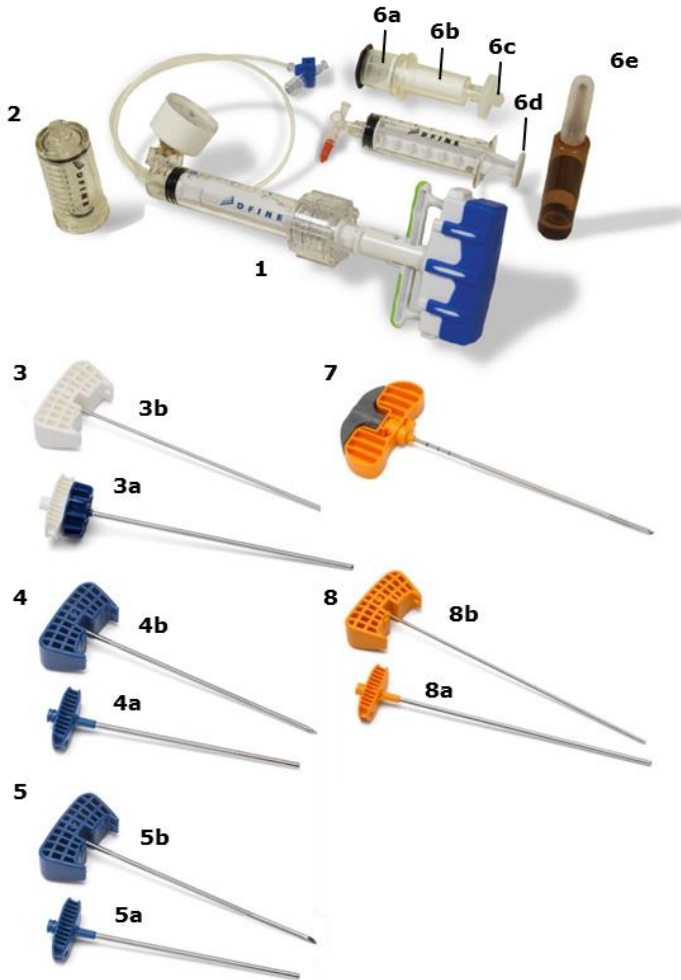

Abbildung 1. StabiliT MX-Wirbelsäulenaugmentationssystem
Das StabiliT MX-Wirbelsäulenaugmentationssystem ist ein System zur kontrollierten Abgabe von StabiliT-Knochenzement bei der Behandlung von Kompressionsfrakturen der Wirbelsäule. Das StabiliT MX-Wirbelsäulenaugmentationssystem besteht aus bis zu acht (8) Komponenten (Abbildung 1).